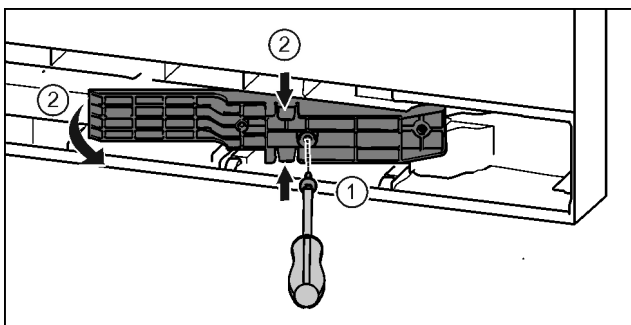

Fig. 20 *
- ▶ Con il cacciavite T15 svitare le viti. Fig. 20 (1)*
- ▶ Estrarre l'adattatore. Fig. 20 (2)*